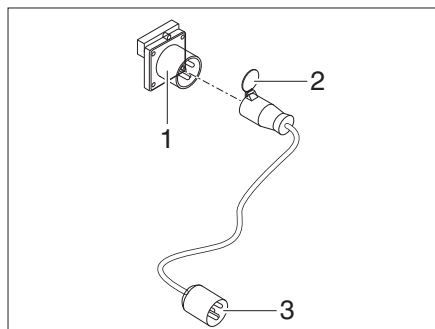

Fig. 172 Posibilidades de conexión de 400 V
- Desplegar el cierre (Fig. 172,2) del cable de conexión CEE 32 A.
- Conectar el enchufe en la caja de enchufe de 400 V (Fig. 172,1) de la caravana.
- Conectar el enchufe (Fig. 172,3) en la caja de enchufe del dispositivo de alimentación de corriente de 400 V en el aparcamiento.